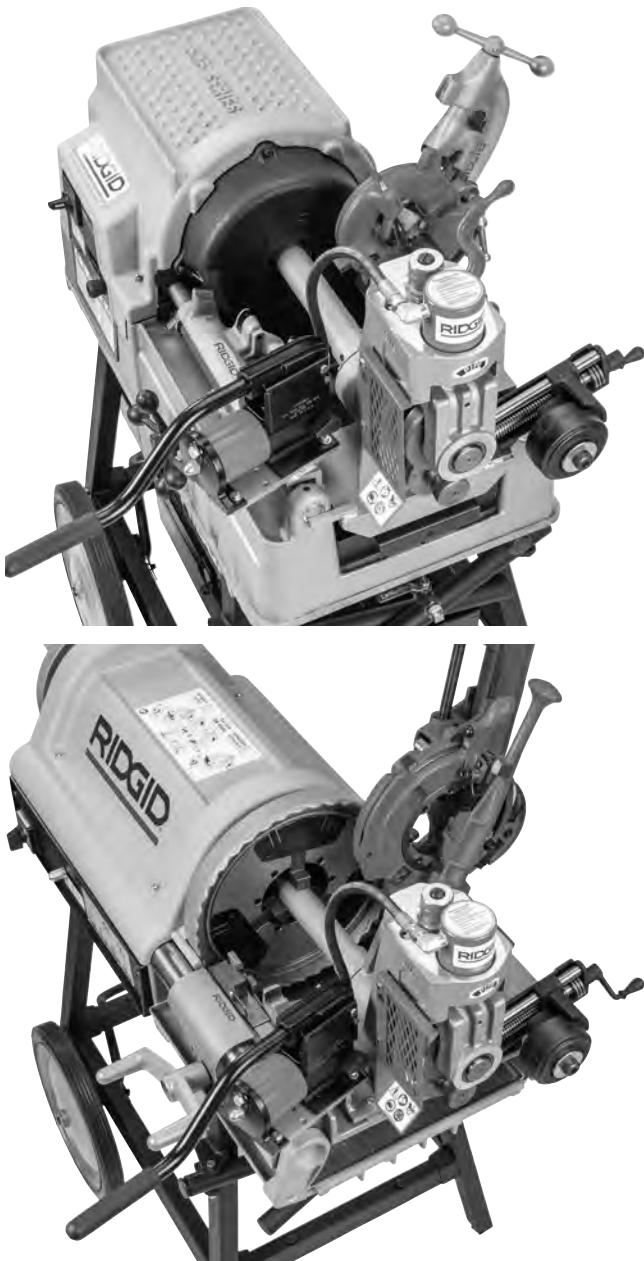

Figure 10 – 918 montée sur 535A et 1224
5. Avec la 918 en position à l'extrémité de la fileteuse, serrez le mandrin avant à fond sur l'arbre de transmission (*Figure 10*).